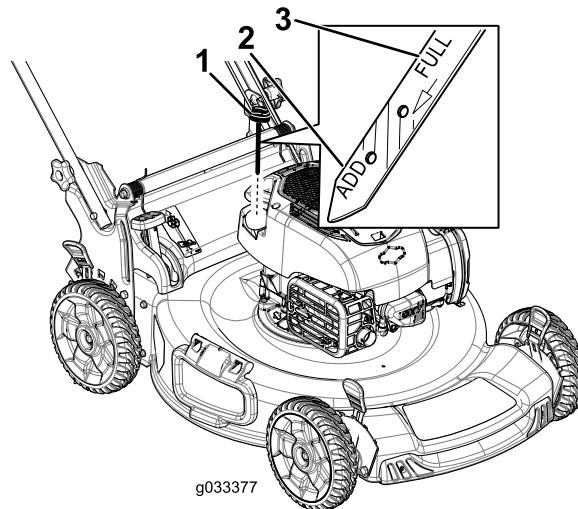

Figura 33
3. Girate il tappo in senso antiorario ed estraete l'asta di livello (Figura 33).
10. Controllate il livello dell'olio sull'asta (Figura 33).